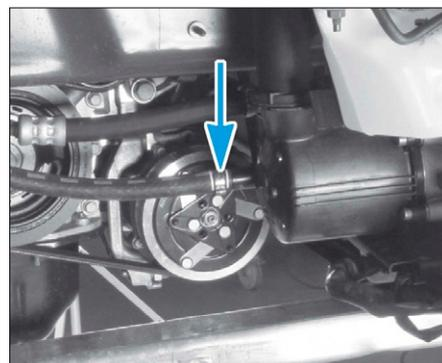

FIG. 20
- le collier de la durit d'alimentation (Fig.20).